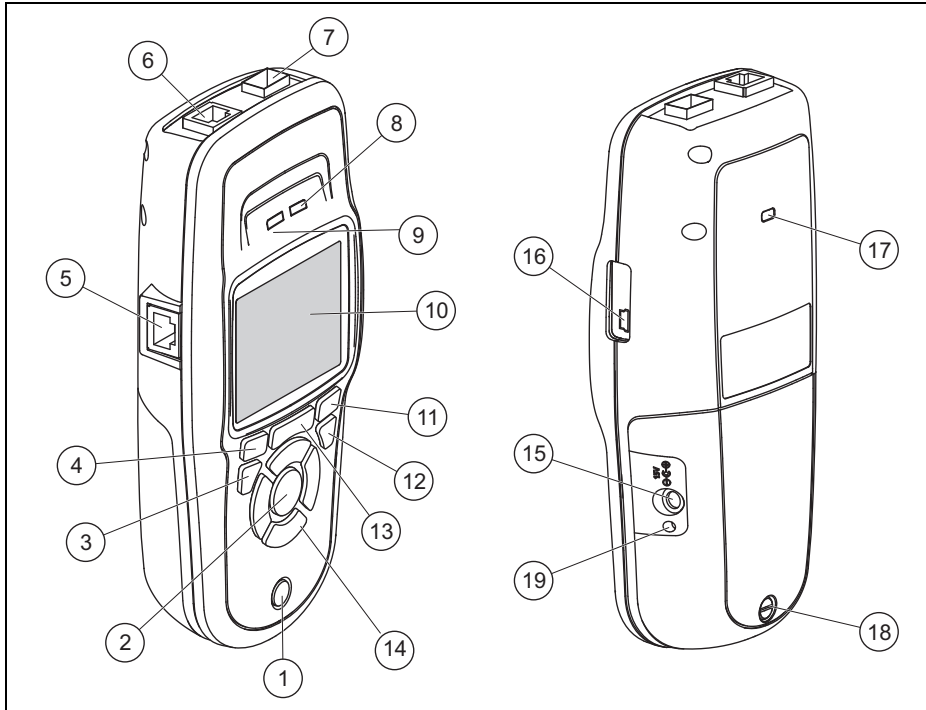

Figura 1. Características físicas do LinkRunner AT
Para carregar a bateria de íon de lítio, conecte o adaptador CA ao conector da bateria (consulte Figura 1 número ⑮). O testador pode ser usado enquanto a bateria está sendo carregada.